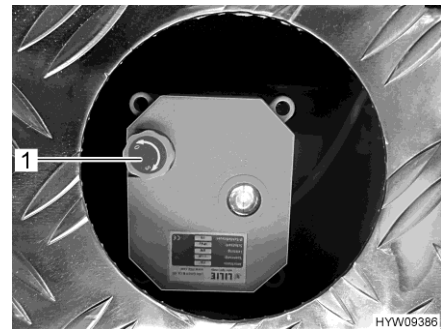

Fig. 213 Ruedecilla (válvula de aguas residuales)
- Para abrir la válvula de aguas residuales, tirar la ruedecilla (Fig. 213,1) hacia arriba y girarla en sentido contrario a las agujas del reloj hasta el tope. El sentido de giro está marcado en la ruedecilla (O para abrir, S para cerrar).
- Para cerrar la válvula de aguas residuales, tirar la ruedecilla (Fig. 213,1) hacia arriba y girarla en sentido de las agujas del reloj hasta el tope.